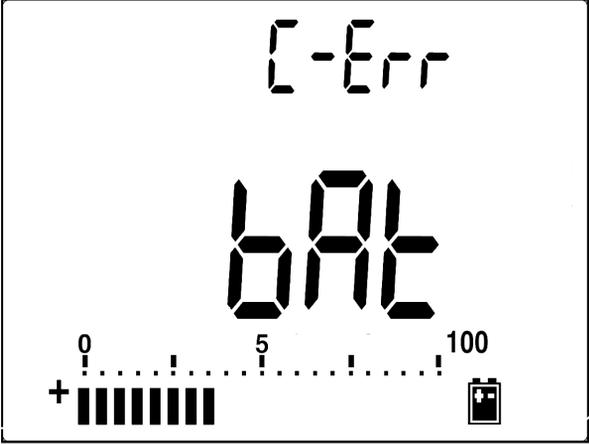

Abbildung 5-3 Selbsttest
- 5 Nach Drücken der **SHIFT**- oder Selbststarttaste führt das Messgerät einen Selbsttest durch, um zu prüfen, ob es einen Akku oder eine Batterie enthält. Der Selbsttest dauert etwa 2-3 Minuten. Betätigen Sie während des Selbsttests keine Tasten. Eine Meldung wie in Abbildung 5-3 wird angezeigt.